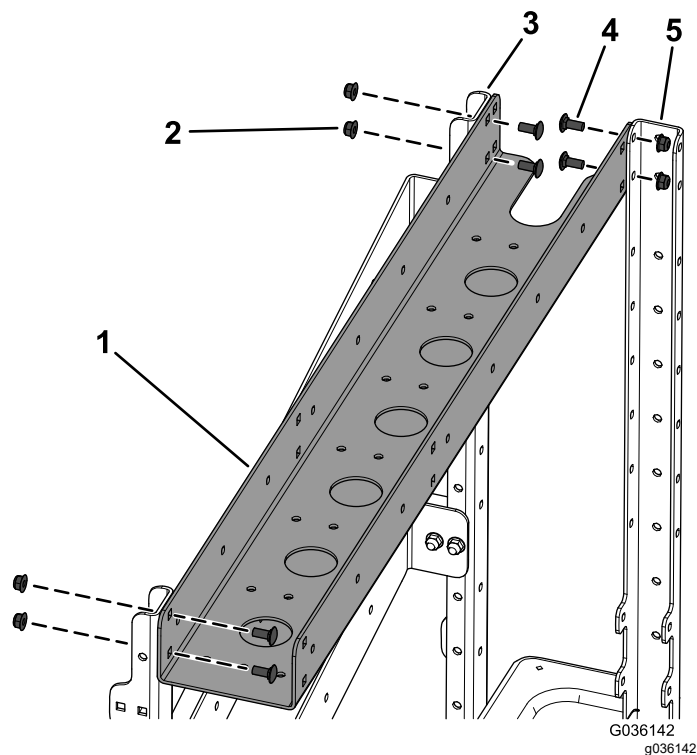

Figura 5
4. Montate la staffa del tubo sulle due staffe del telaio dei montanti laterali e sulla staffa del telaio del montante anteriore con 6 bulloni a testa tonda ($\frac{5}{16}$ x $\frac{3}{4}$ ") e 6 dadi flangiati ($\frac{5}{16}$ poll.) come illustrato nella Figura 5.